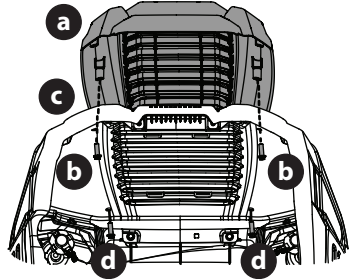

Figure 9
2. Pour fixer le couvercle (a), placez les boulons par le dessous, serrez à la main les boulons (b) sur la partie arrière du capot avant de bien les serrer (Figure 9).
3. Puis, alignez les trous du couvercle (a) avec ceux du capot (c) et vissez les deux boulons (d) (Figure 9).
5. Fixez le déflecteur d'éjection avec l'écrou autobloquant à bride et le boulon hexagonal retirés à l'étape 2. Serrez à un couple de 12 à 14 N m (102-124 po-lb) (Figure 9 à la page 83). Passez à la sous-section Réglage des roues de jauge du plateau de coupe.